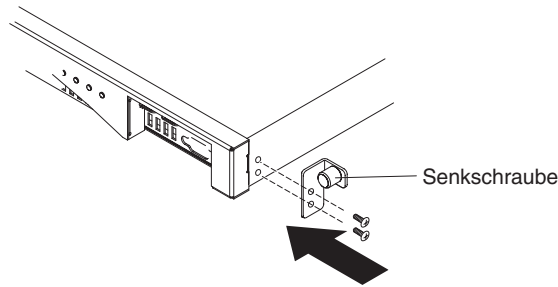

Abbildung 8. Halterung am Appliance-Gehäuse anbringen
3. Verbinden Sie die Halterungen mit den Senkschrauben, wie in Abb. 8 dargestellt. Bringen Sie die rechte Halterung wie folgt am Appliance-Gehäuse an: